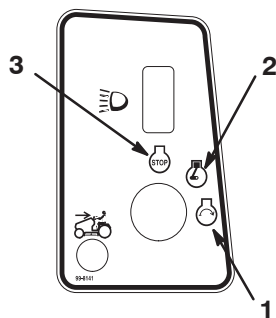

Bild 9
5. Drehen Sie den Zündschlüssel nach rechts und halten ihn auf Start (Bild 9). Lassen Sie den Schlüssel sofort los, wenn der Motor anspringt.
2. Stellen Sie den Zündschlüssel auf „Aus“ und ziehen Sie ihn ab (Bild 9).